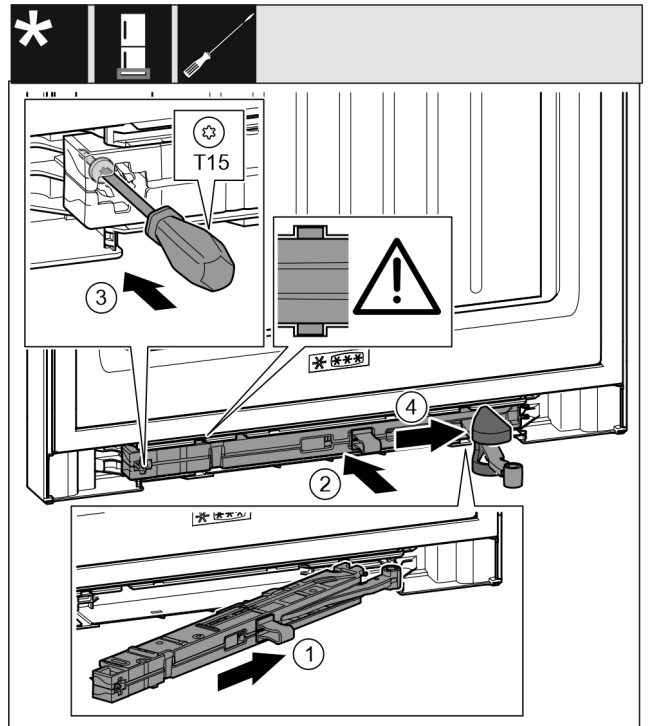

Fig. 68
- ▶ Schließdämpfereinheit Fig. 68 (1) auf der Lagerbockseite bis zum Anschlag schräg in die Aussparung einschieben.
- ▶ Schließdämpfereinheit Fig. 68 (2) vollständig in Aussparung schieben.
- ▶ Schraube Fig. 68 (3) mit einem Schraubendreher festschrauben.
- ▶ Abdeckung Fig. 68 (4) über Gelenk schieben.